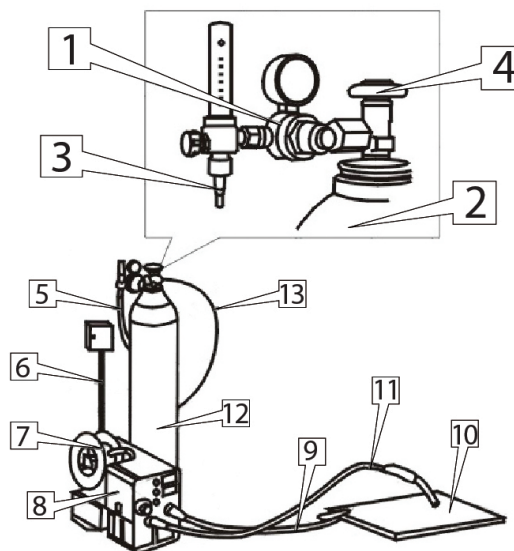

рис. 6
3. Надёжно закрепите зажим сварочного кабеля «Масса» (см. рис. 6) в непосредственной близости от места сваривания для уменьшения сопротивления сварочного контура.
8. Подсоедините редуктор к баллону с защитным газом и надёжно затяните гайку (см. рис. 6).
9. Подсоедините газовый шланг к штуцеру редуктора и надёжно закрепите хомутом (поставляется вместе с редуктором) (см. рис. 6).
10. Подсоедините газовый шланг к штуцеру «ВВОД ГАЗА» сварочного аппарата и надёжно закрепите хомутом (поставляется вместе с редуктором) (см. рис. 6).